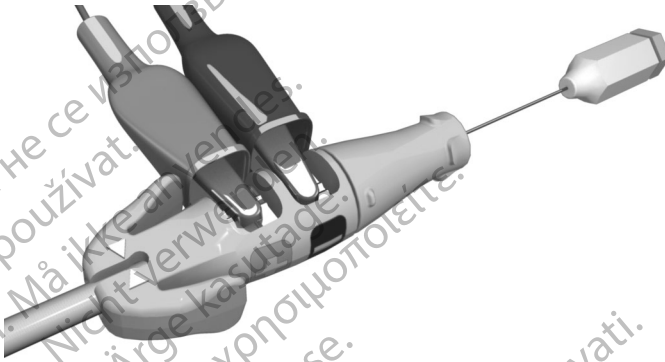

Figura 8. Pinzas del PSA conectadas a la herramienta de conexión
- Coloque las pinzas de cocodrilo del cable del PSA en el contacto tipo muelle del cátodo (-) y el contacto tipo muelle del ánodo (+) de la herramienta de conexión. El uso de la herramienta de conexión impedirá que las pinzas de cocodrilo dañen el extremo terminal del conector y evitará el puenteo entre los contactos del terminal. Pince bien las pinzas de cocodrilo en los contactos tipo muelle del cátodo y del ánodo para evitar mediciones basales imprecisas (Figura 8 Pinzas del PSA conectadas a la herramienta de conexión en la página 23).